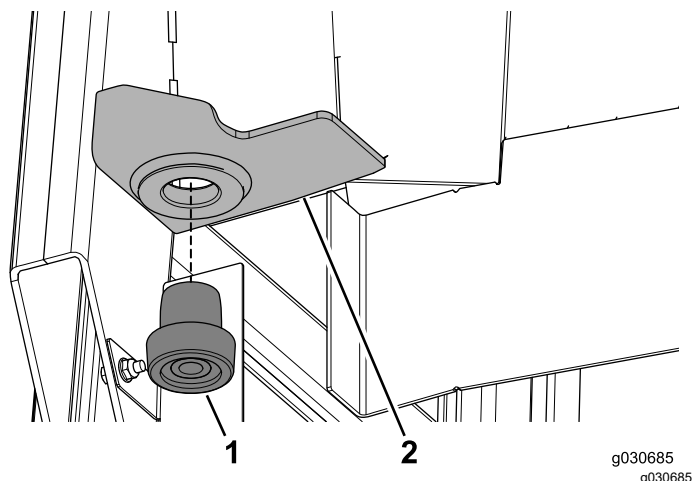

Figura 11
1. Introduzca un soporte antivibratorio en el orificio del soporte trasero izquierdo del bastidor de la cabina (Figura 11).